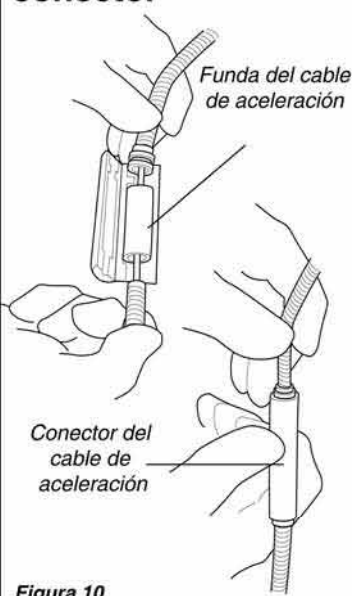

Figura 10
4. Centre la funda del cable de aceleración sobre los extremos de los cables conectados y ponga el conjunto de piezas en el cable conector de aceleración. Consulte la figura 10.
5. Cierre el conector del cable de aceleración. Usando presión de mano. Consulte la figura 10.